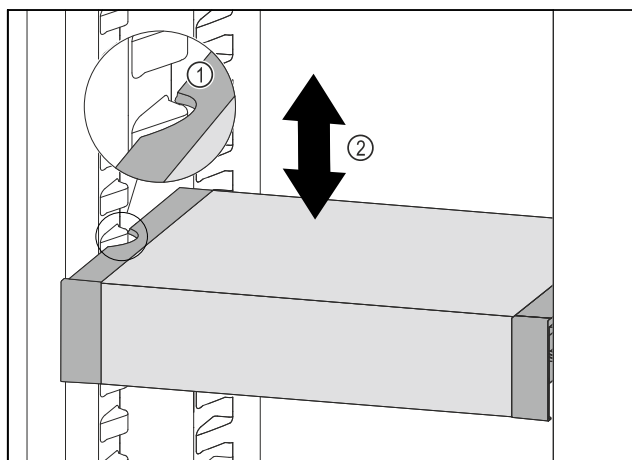

Fig. 100
- ▶ VarioSafe w chłodziarce przesunąć w górę lub w dół, aż zostanie osiągnięta żądana wysokość. *Fig. 100 (2)*